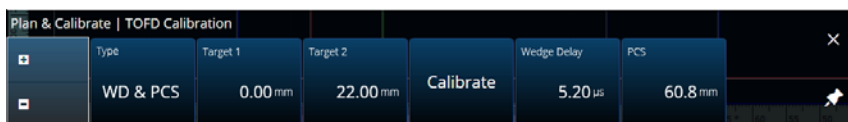

図 4-8 TOFD Calibration (TOFD 校正) – WD & PCS
TOFD Calibration (TOFD 校正) タブでは、カーソルの測定値が時間ではなく深さに変換されるよう、TOFD グループを校正できます。これは通常解析中に行いますが、先に行うことができます。TOFD 校正のプロセスは簡略化されており、校正ウィザードを用いずに行います。TOFD Calibration (TOFD 校正) オプションにアクセスするには、Plan & Calibrate (計画と校正) > TOFD Calibration (TOFD 校正) を選択します (199 ページの図 4-8 および 199 ページの表 81)。
1. 校正タイプを選択します (199 ページの図 4-8 および 199 ページの表 81)。